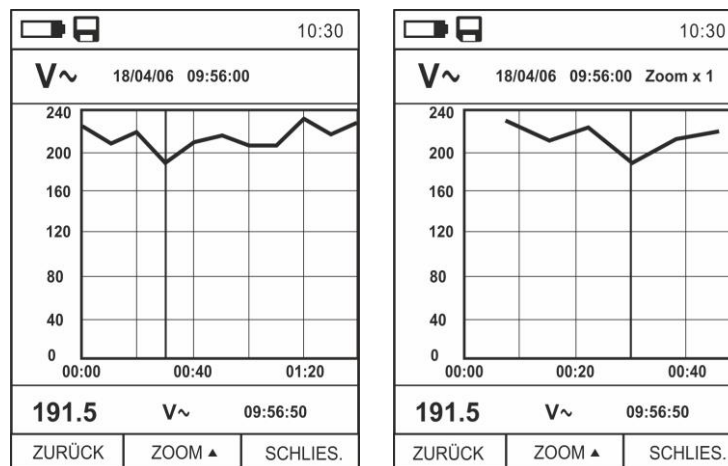

Abb. 35: Data Logger Funktion – Anzeige des Graphs der Aufzeichnung
17. Drücken Sie die Taste **MODE (TENDEN.)**, um den Graph der Aufzeichnung im Display und den entsprechenden Trend im Zeitablauf anzuzeigen (Trend). Die Bildschirmseite in Abb. 35 – linke Seite erscheint im Display.
19. Drücken Sie die Taste **▲ (ZOOM)** zur Aktivierung (wenn verfügbar) des Zooms von den Werten auf dem Graph (siehe Abb. 35 – rechte Seite), um die Auflösung zu erhöhen. Die Angabe "Zoom xY" wo Y = max Zoom erscheint auf der Oberseite des Displays. Es ist möglich, Zoom X1 für mindestens 10 Messpunkte, X2 für mindestens 20 Messpunkte, X3 für mindestens 40 Messpunkte usw. durchzuführen, für max 6 Zoom-Operationen.